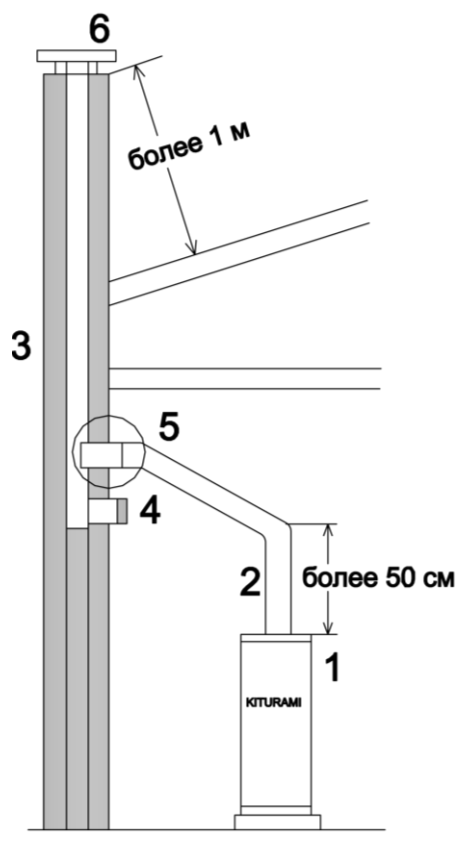

Рис. 21
2. Дымоход здания. (Рис. 21.)
2.1. Дымоход здания должен обеспечивать отвод продуктов сгорания в полном объеме. Дымоход здания показан на **рис. 21.:**